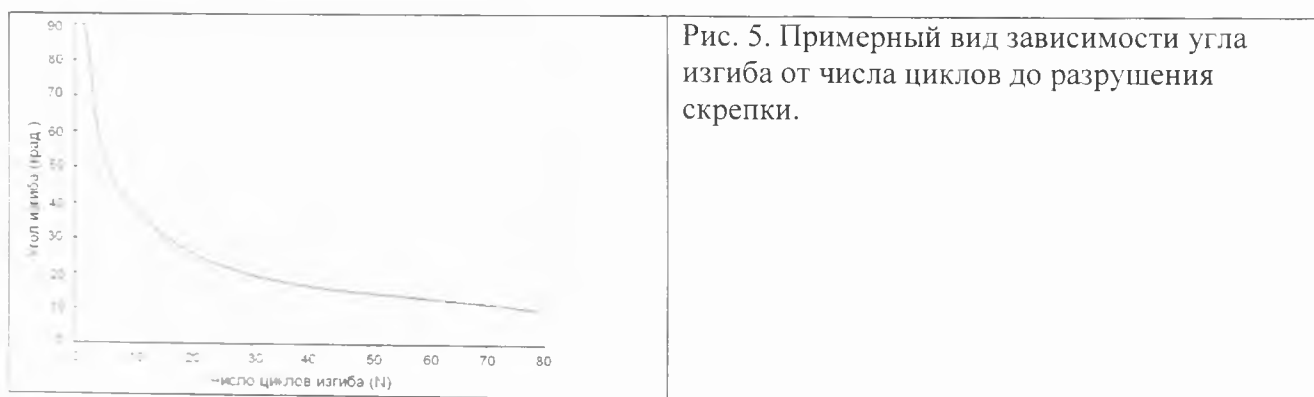

Рис. 5. Примерный вид зависимости угла изгиба от числа циклов до разрушения скрепки.
6. По этим данным постройте зависимость угла изгиба от числа циклов до разрушения. Примерный вид такой зависимости показан на рис. 5. Очевидно, что чем больше угол изгиба, тем больше изгибающее напряжение. Т.о., угол изгиба определяет приложенное напряжение.